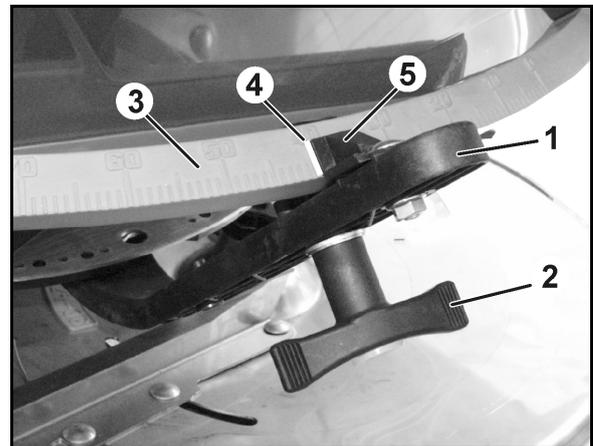

图 51
2. 拧开翼型螺母（图 51/2）。
3. 在刻度尺（图 51/3）上查找所需的滑门位置。
4. 将操纵杆指针（图 51/5）的读取边（图 51/4）调至对应的刻度值。
5. 重新拧紧翼型螺母（图 51/2）。